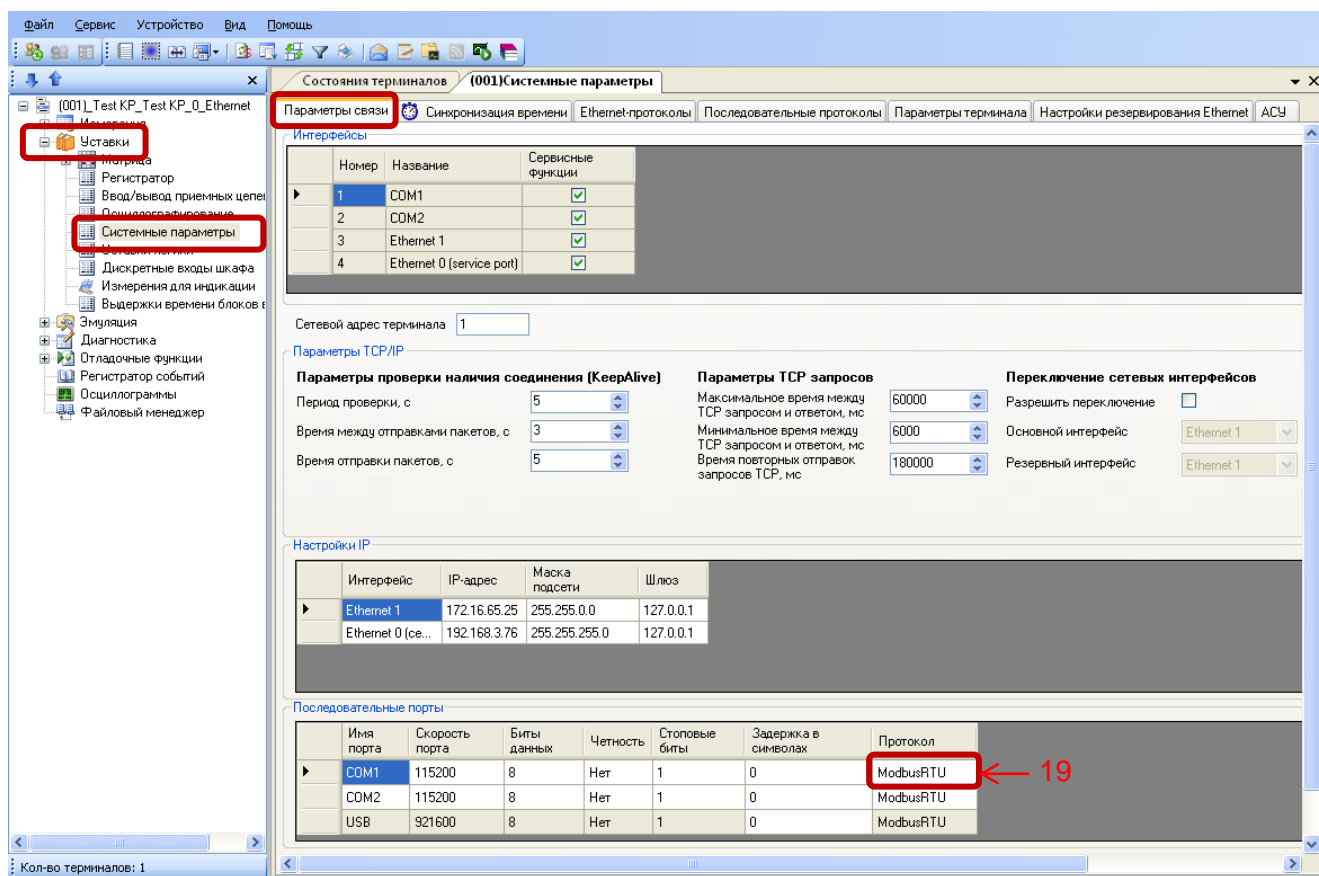

Рисунок 18 – Настройка параметров связи для протокола Modbus RTU
7.1.1 В «дереве» проекта ПО АРМ-релейщика выбрать **Уставки** -> **Системные параметры** и открыть окно, дважды щелкнув мышкой на соответствующем пункте «дерева» проекта (см. рисунок 18).
7.1.2 На вкладке **Параметры связи** для соответствующего последовательного интерфейса в разделе **Последовательные порты** выбрать протокол Modbus RTU (см. рисунок 18, обозначение 19).